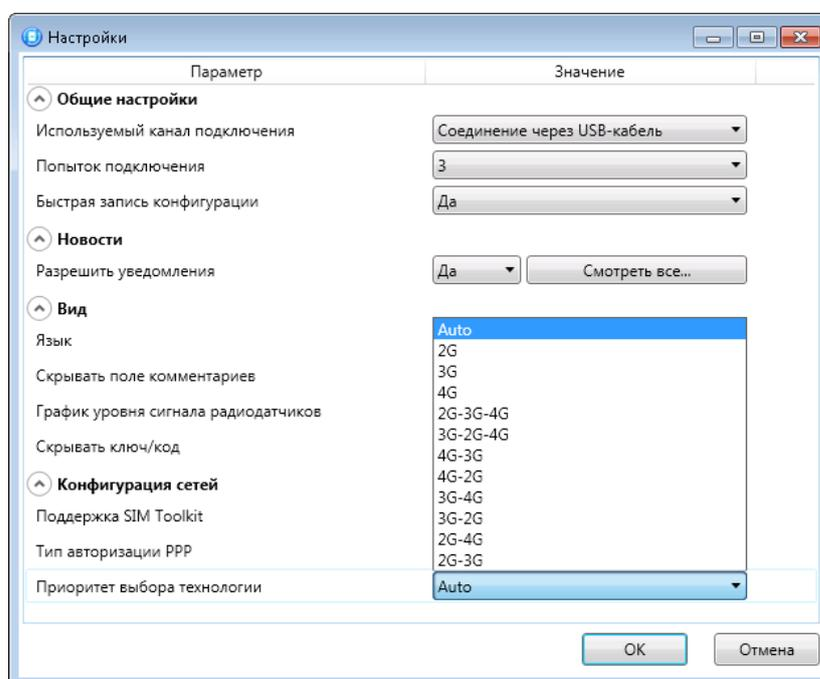

Рисунок 16.12 — Окно «Настройки»
2. В открывшемся окне «Настройки» выберите необходимое значение параметра «Приоритет выбора технологии» (см. рисунок 16.12).